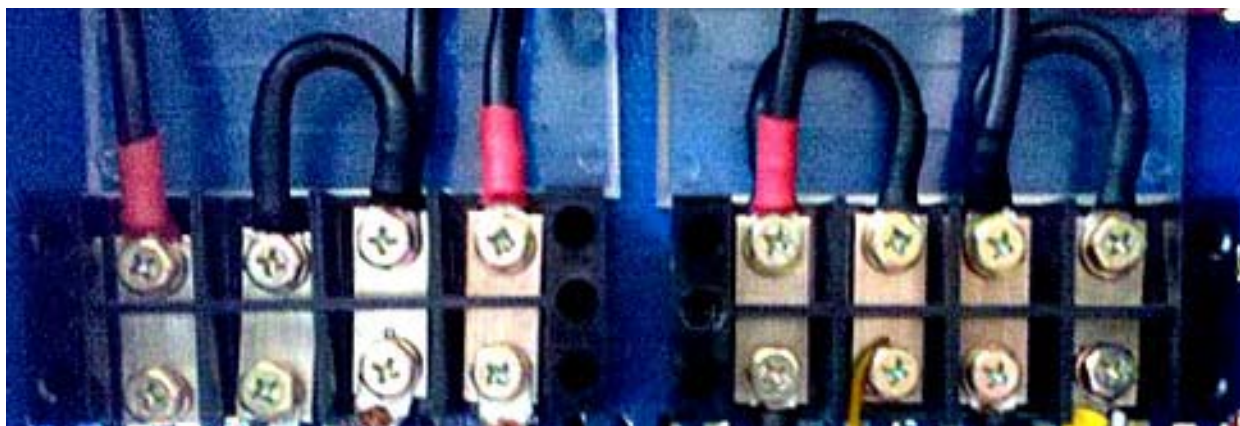

Рис. 3 Расположение клеммников и клемм в клеммном отсеке инвертора
- 10.6. Подключить сетевой ввод, нагрузку и аккумуляторную батарею к соответствующим клеммам, рис. 3.